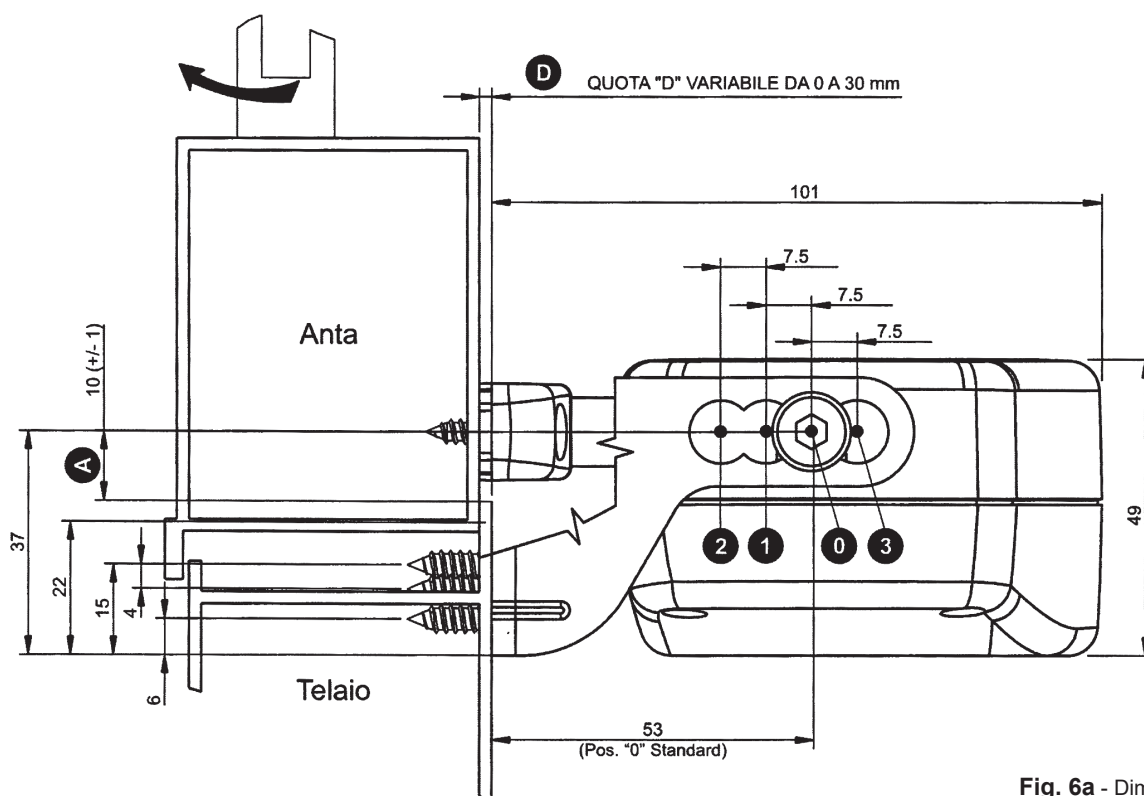

Fig. 6a - Dimensioni in mm
- VERIFICARE CHE LA DISTANZA "D" TRA IL TELAIO DEL SERRAMENTO (SU CUI È PREVISTO IL FISSAGGIO DELL'ATTUATORE) E L'ANTA DEL SERRAMENTO (SU CUI È PREVISTO IL FISSAGGIO DELLA STAFFA) SIA COMPRESA TRA 0 mm E 30 mm. PER IL MONTAGGIO A SPORGERE (V. FIG.6a) E TRA 0 mm E 22 mm PER IL MONTAGGIO A VASISTAS (V. FIG.6b).
- 10) **Fig. 19** - Fissare con le due viti in dotazione (**Rif. 1**) l'attuatore alla staffa di attacco al serramento nella posizione più idonea in base al valore del sormonto "D" (**V. Fig. 6a**) e fissare la vite di regolazione del terminale catena (**Fig. 18 - Rif. 3**);